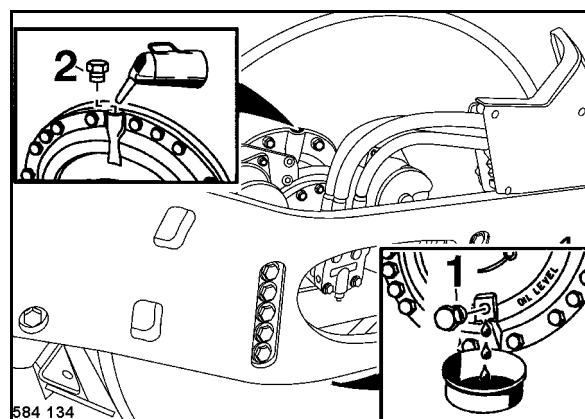

fig. 101
- Déplacer le bandage de sorte que le bouchon de vérification du niveau 1 (fig. 101) du côté gauche se trouve au point le plus bas.
- Dévisser les bouchons de vérification du niveau (1).